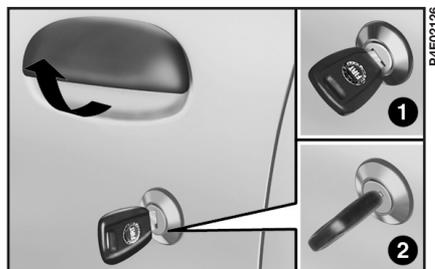

рис. 69
Вставьте ключ в замок одной из передних дверей, поверните его в положение **1** (рис. 69) и потяните ручку двери вверх.
Захлопнув двери, вставьте ключ в замок одной из передних дверей и поверните его в положение **2** (рис. 69).
3) Нажав на расположенные с тыльной стороны подголовников заднего сиденья рычаги **A** (рис. 69), освободите спинку сиденья из фиксаторов.